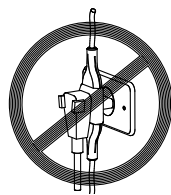

Fig. 23
- Em hipótese alguma, conectar outros aparelhos na mesma tomada (fig. 23).